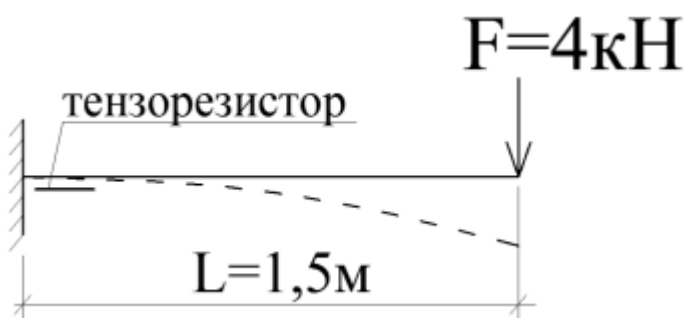

Рис. 1 Расчетная схема натурного испытания
4. Выполнить проверку прочности консольной балки двутаврового сечения № 18, если известно, что при испытаниях этой балки сосредоточенной силой $F = 4\text{ кН}$ в нижнем волокне около зацебления измеренная деформация составила $e = 21,5 \cdot 10^{-5}$. Предполагаемая нагрузка $F_{\max} = 20\text{ кН}$. Геометрические характеристики двутавра № 18 $I_x = 1290 \cdot 10^{-8} \text{ м}^4$, $W_x = 143 \cdot 10^{-6} \text{ м}^3$. Коэффициент условий работ $\gamma_c = 1,0$, расчетное сопротивление стали $R_y = 250 \text{ МПа}$. Расчетная схема представлена на рис. 1